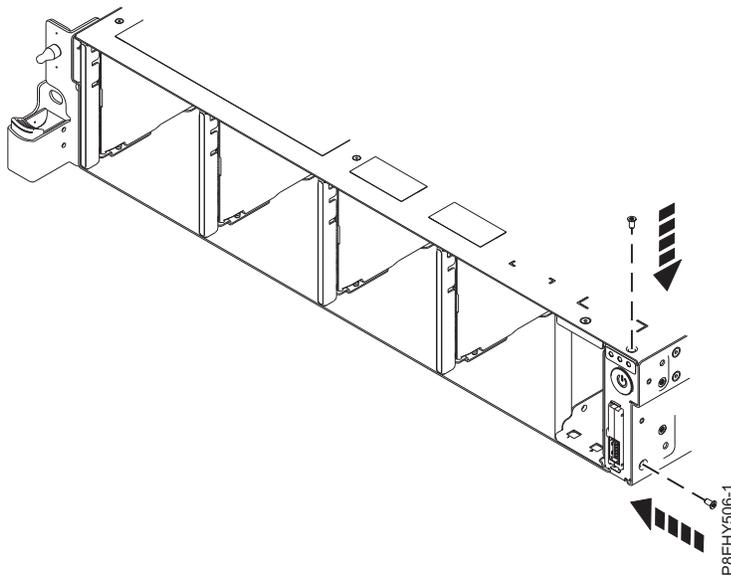

Figura 26. Substitua os parafusos superior e lateral
5. Substitua os parafusos superior e lateral pelo comutador de energia Consulte Figura 26.